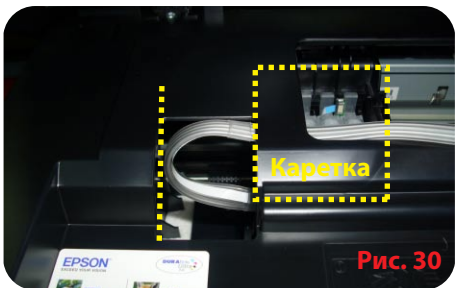

Рис. 30
7.8. Передвиньте каретку, чтобы ее левая сторона стала вровень с правой стороной окошка принтера, подтяните (отпустите) шлейф, пока его петля не выровняется с левой стороной окошка. (Рис. 30).